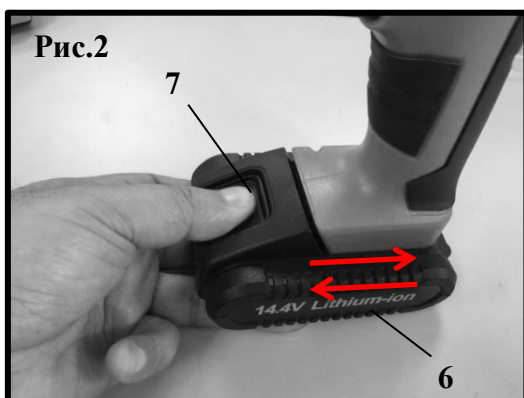

**Рис.1**
- Нажмите на пусковой выключатель 3 Рис.1, чтобы включить инструмент.
- Отпустите пусковой выключатель 3 Рис.1, чтобы выключить инструмент.
- При увеличении давления на пусковой выключатель 3 Рис.1 и 5 скорость увеличивается.
- При уменьшении давления на пусковой выключатель 3 Рис.1 и 5 скорость уменьшается.